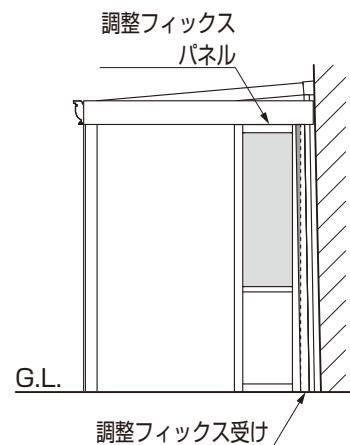

図1-7
②方立だけで躯体の状態を調整できない場合は、調整フィックスパネルと調整フィックス受けの飲み込みで調整してください。(図1-7参照)